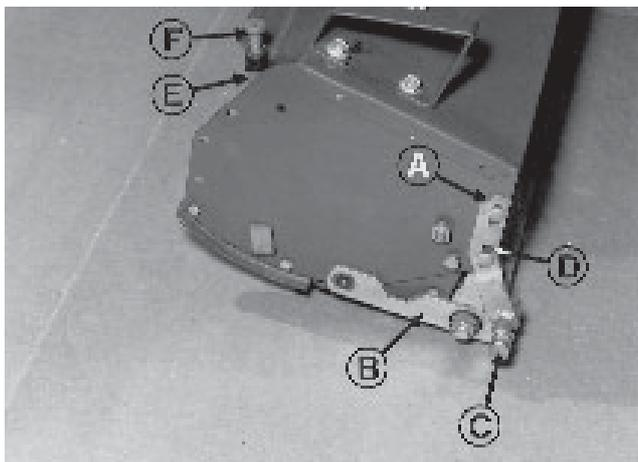

Fig.4
**SCHNEIDHÖHE (Abbildung 4)**
1. Die Rollenträger (A) sollten entsprechend der gewünschten anfänglichen Schneidhöhe eingestellt werden. Die Rollen müssen parallel mit dem unteren Messer ausgerichtet werden. Alle drei Einheiten sollten auf genau dieselbe Schneidhöhe eingestellt werden.
2. Die Rollenarme (B) haben drei verschiedene Positionen. Die Höhe kann eingestellt werden, indem die Raststifte (C) herausgezogen werden und in das gewünschte Loch in den Rollenarmen eingesetzt werden.
3. Eine zusätzliche Höhe kann erreicht werden, indem der Träger (A) mithilfe der Rille (D) angehoben oder abgesenkt wird.
**AUSRICHTUNG DES SCHNEIDZYLINDERS AUF UNTERES MESSER (Abbildung 4)**